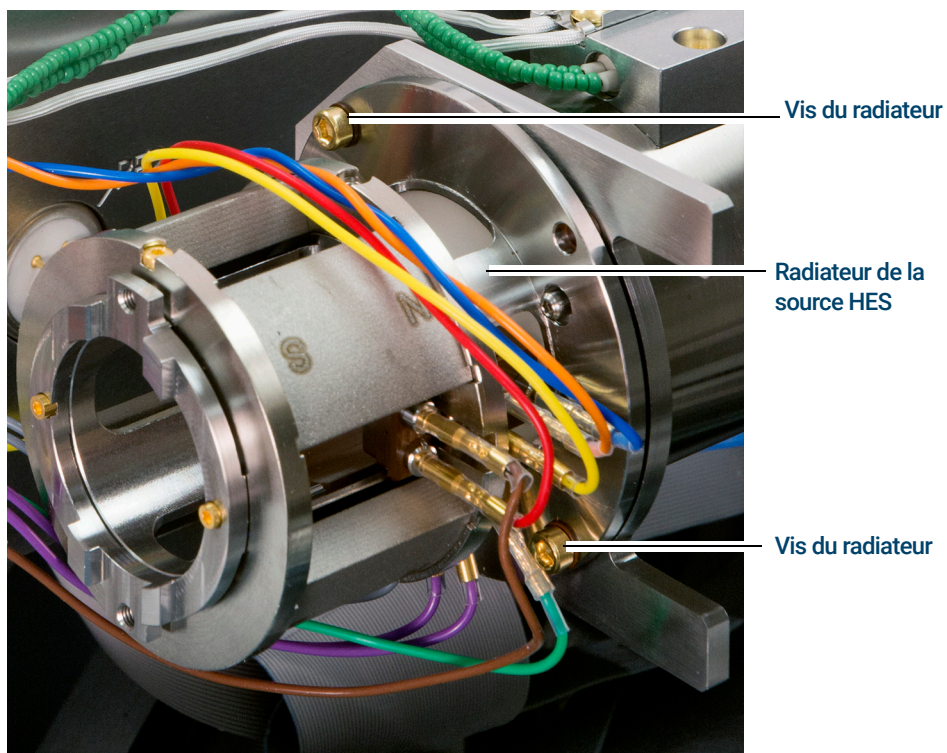

Figure 74. Fixation du radiateur de la source EI HES
- 1 Placer le radiateur sur les broches de guidage sur le support de l'analyseur et utiliser un tournevis Torx T10 pour les fixer à l'aide de (2) vis plaqué or M3 x 12 (G7002-20110). (Voir **Figure 74** page 245.)